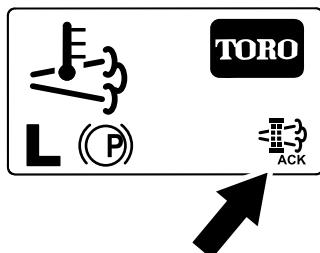

Figura 65
8. El InfoCenter muestra la página de inicio y el ícono de reconocimiento de regeneración (Figura 65) aparece en la esquina inferior derecha de la pantalla mientras se procesa la regeneración.